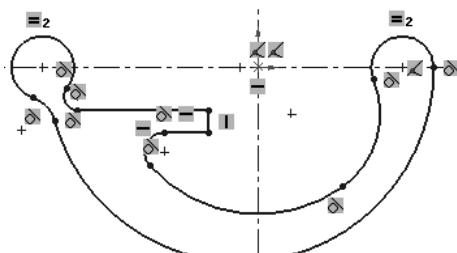

图 6.6 添加相切约束
Step 3 添加图 6.6 所示的相切约束及其他必要约束。